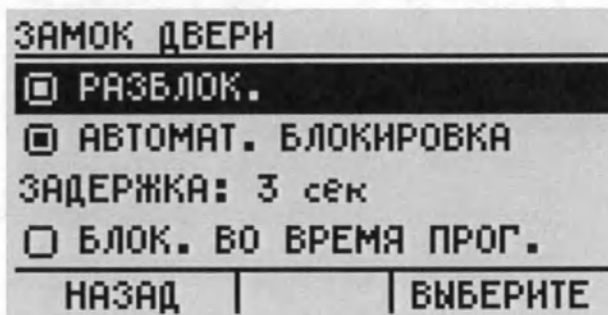

Рис. 49
- Дополнительная информация включает минимальное, среднее и максимальное значения прослеживаемой величины в данном интервале – см. рис. 49.